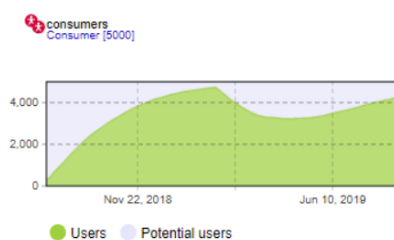

Рисунок 6.5 – Утилізація продукту
5. Запустіть модель і спостерігайте, як вилучення впливає на динаміку впровадження. І після того, як наш продукт наситить ринок, ви помітите випадкове вилучення продукту (рис. 6.5).